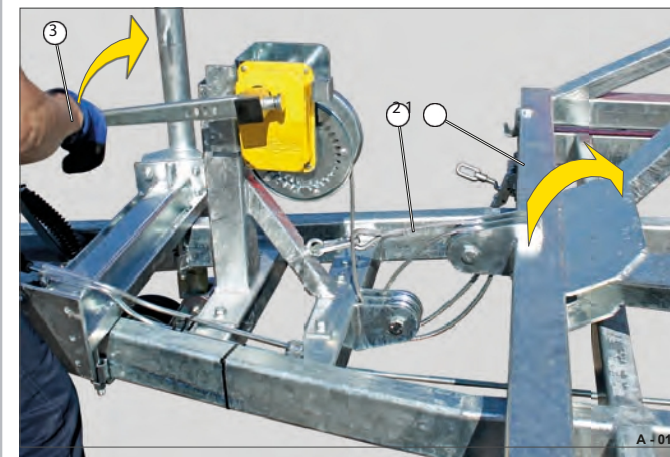

Fig. 7 Kabelvinsch i driftläge
- Vrid vevhandtaget (bild ) 7/3 medurs Vajern (Fig. 7/2) lossas Trumramen (Fig. ) 7/1 skjuts långsamt uppåt med hjälp av gastrycksfjädrar.